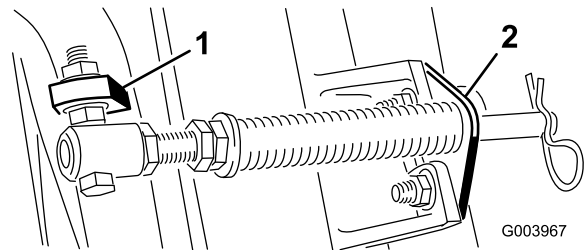
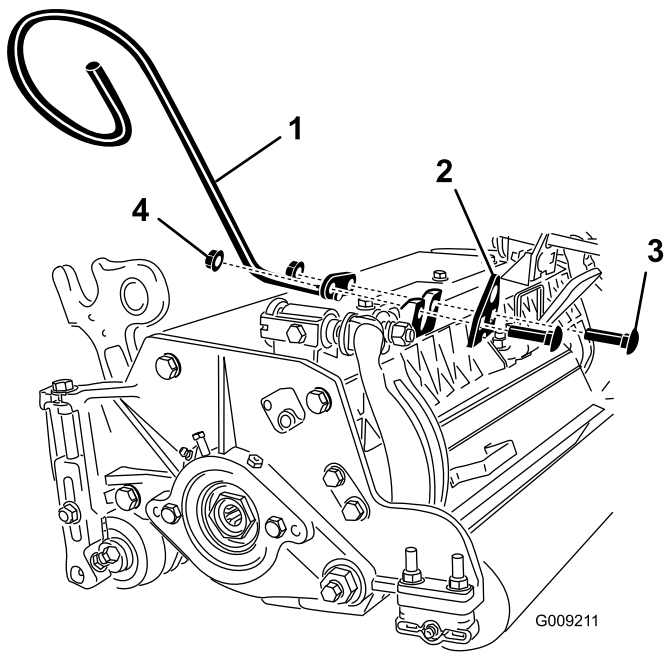

Bild 6
Bild 8
- C. Montieren Sie die Schraube des Federrohrs an der anderen Lasche am Trägerrahmen und befestigen Sie sie mit der Bundmutter. Der Schraubenkopf zeigt zur Außenseite der Lasche, siehe Bild 6.
- D. Montieren Sie die Stangenhalterung mit den Schlossschrauben und Muttern an den Mähwerkklaschen (Bild 6). Am Mähwerk Nr. 4 (vorne links) müssen Sie auch die linke Schlauchführung vorne an den Mähwerkklaschen befestigen, wenn Sie die Stangenhalterung wieder einbauen (Bild 8).